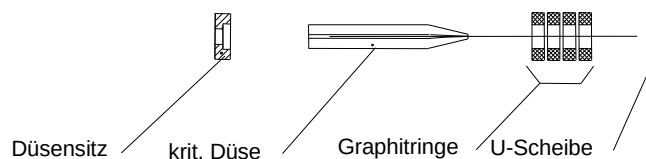

Abbildung 15 Verdünnungskreuzstück mit Dichtungspackungen (320°C-Version)
- Mit dem Montagewerkzeug (Pos. 3, Abb. 15) die Injektordüse von der Strahlrohrseite herausdrücken;
- Kritische Düse mit Düsensitz und O-Ringen mit dem Montagewerkzeug (Pos. 3, Abb.15) vorsichtig von der Gegenseite aus dem Kreuzstück herausdrücken;
Abbildung 15 zeigt das Verdünnungskreuzstück mit der kritischen Düse und den Graphitdichtpackungen (320°C-Version).
- 4 neue Graphitringe auf die kritische Düse schieben und U-Scheibe aufsetzen (Dimensionen siehe Abb.15);
Pos 1 (Abb.15):
- Injektordüse mit dem Werkzeug (Pos. 3, Abb. 15) von der Strahlrohrseite aus dem Kreuzstück herausdrücken;